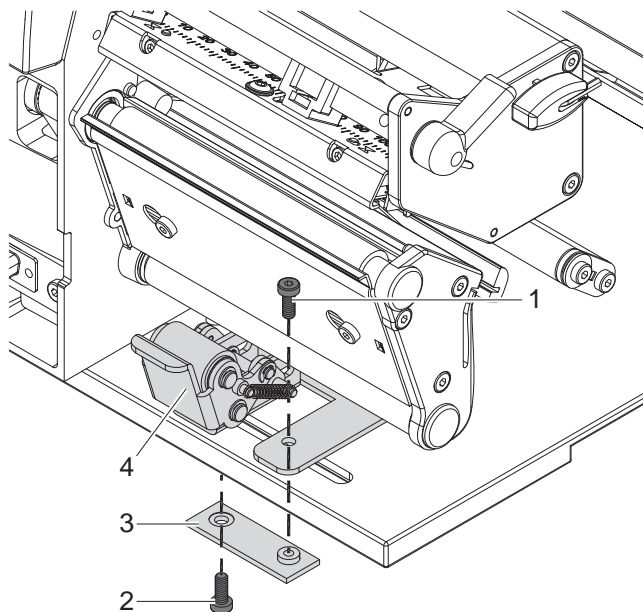

Рис. 17 Демонтаж прижимной системы
2. Поверните рычаг (5) в направлении против часовой стрелки, чтобы приподнять печатающую головку.
3. Рулон с трансферной пленкой (3) надвиньте до упора на намотчик (4), так чтобы при разматывании покрытый краской слой пленки смотрел вниз. Направление вращения намотчика (4) не задается.
4. Удерживая рулон с трансферной пленкой (3), поворачивайте вращающуюся ручку на намотчике (4) против часовой стрелки до тех пор, пока рулон с трансферной пленкой не зафиксируется.
5. Наденьте подходящий сердечник с трансферной пленкой (1) на намотчик трансферной пленки (2) и закрепите аналогичным образом.
6. Проведите трансферную пленку через печатающий узел, как показано на рис. 17.
7. Закрепите начало трансферной пленки на сердечнике трансферной пленки (1) с помощью клейкой ленты. Обратите внимание, чтобы направление вращения намотчика трансферной пленки было против часовой стрелки.
8. Поверните намотчик трансферной пленки (2) против часовой стрелки, чтобы сгладить ход трансферной пленки.
9. Поверните рычаг (5) по часовой стрелке, чтобы зафиксировать печатающую головку.